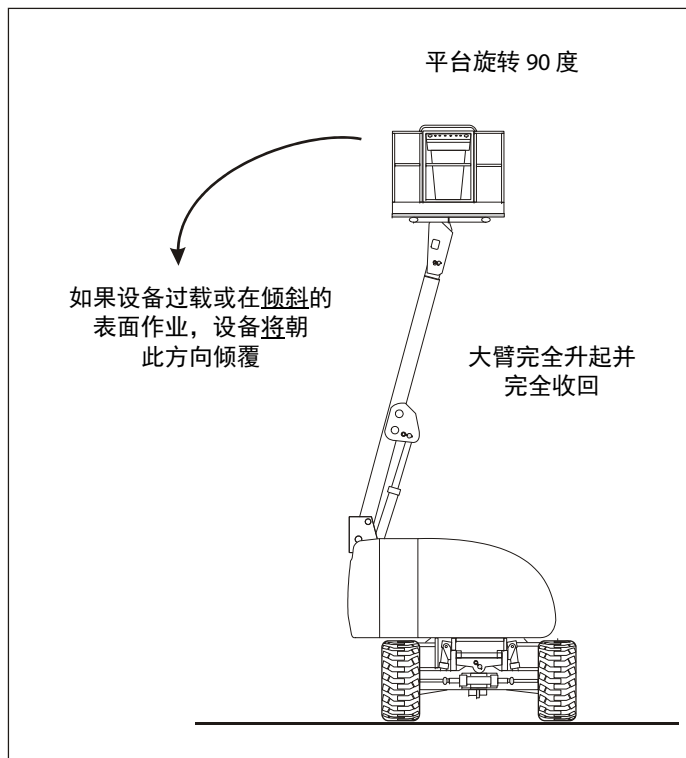
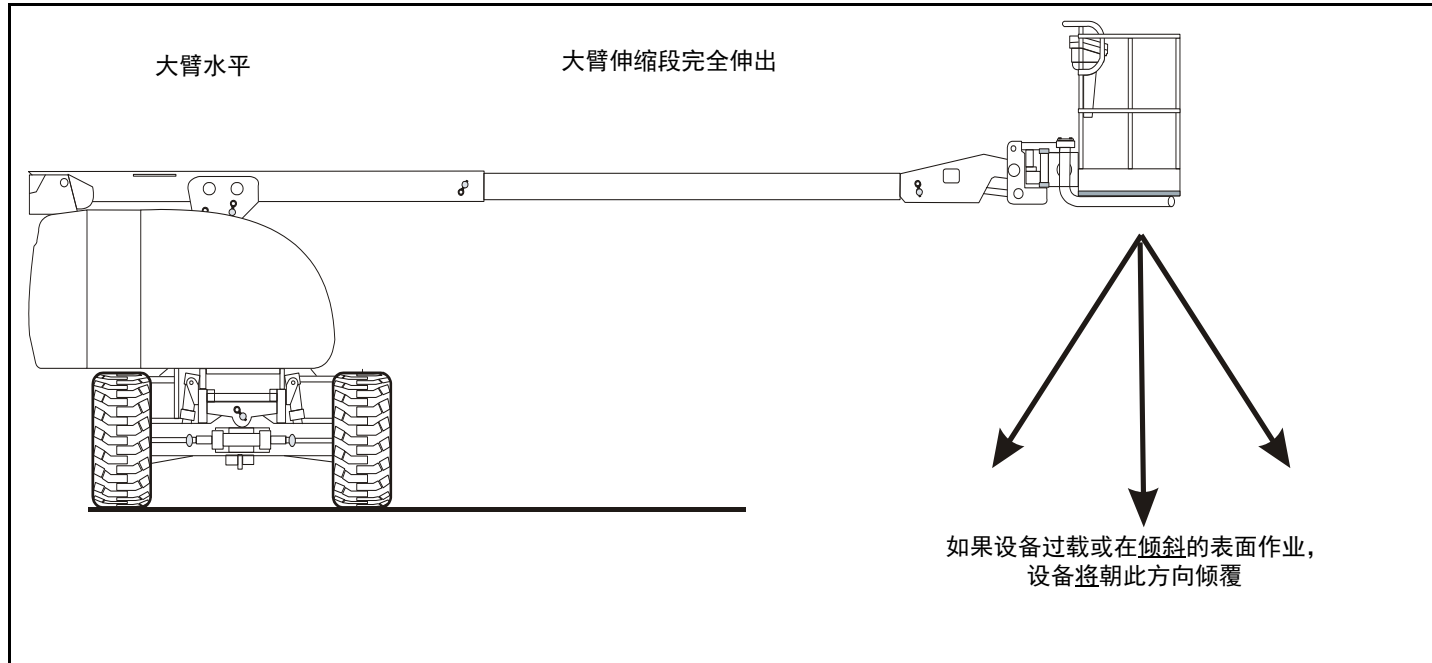

图 4-1. 最小后向稳定性位置
图 4-2. 最小前向稳定性位置
设备稳定性基于下面两 (2) 个位置，分别被称为“前向稳定性”和“后向稳定性”。图 4-1. 显示了设备最小“后向稳定性”的位置，图 4-2. 显示了设备最小“前向稳定性”的位置。